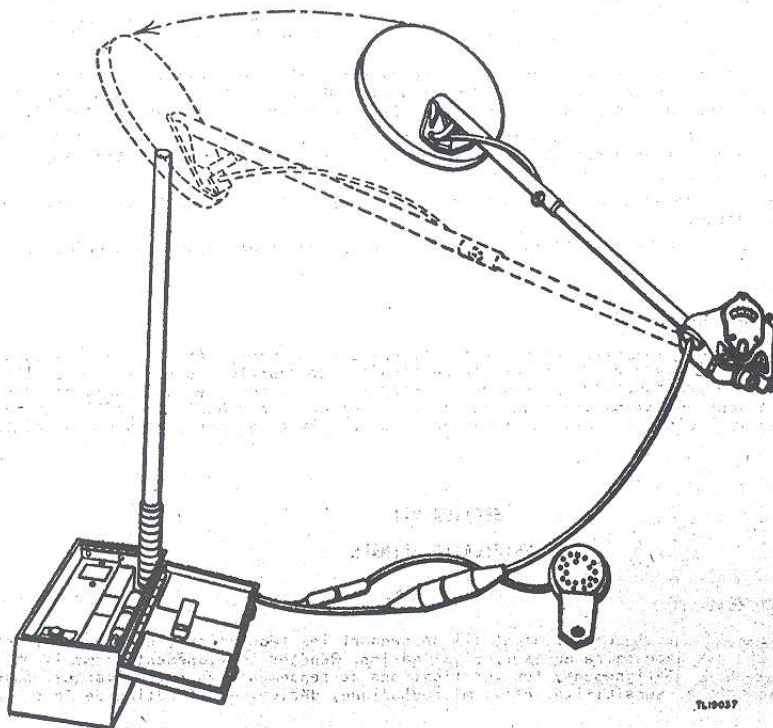

Figure 10.- Vérification de fonctionnement.
- a) Régler le compensateur de pile à 50 divisions, et maintenir la tige exploratrice, le disque de la bobine exploratrice étant éloigné de l'amplificateur, et à environ 1 m au-dessus du sol (fig. 10).